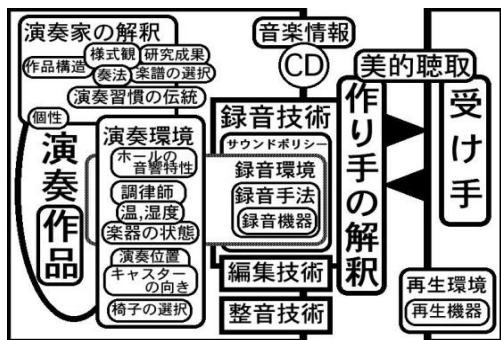

図2 ヴァイオリンとピアノのデュオ及びチェロを加えた録音風景
- ▶ ピアノを用いる録音制作の場合、ホールの音響特性、演奏作品、当日の温度や湿度等、環境が異なる中で、ピアノの脚に付属するキャストの向きを調整することは、録音をする上で重要な要素となることが官能評価から明らかになった（図2）。